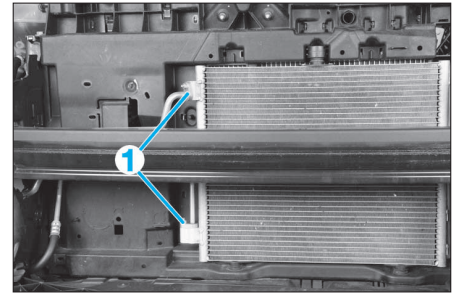

FIG. 38
- Déposer les écrous de fixation (1) (Fig.38).